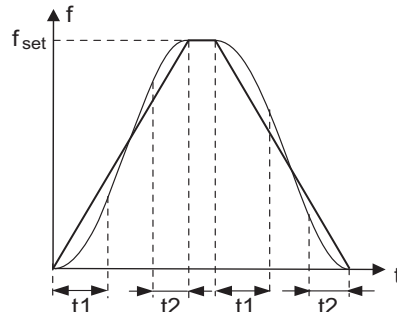

图5-22 S曲线加减速A示意图
- 1: S曲线加减速A——输出频率按照S曲线递增或递减，一般用于对启停过程要求比较平缓的场所，如电梯、传送带等。如图5-22所示。加减速时间与直线加减速一致。功能码F4-08和F4-09分别定义了S曲线加减速A起始段和结束段的时间比例。